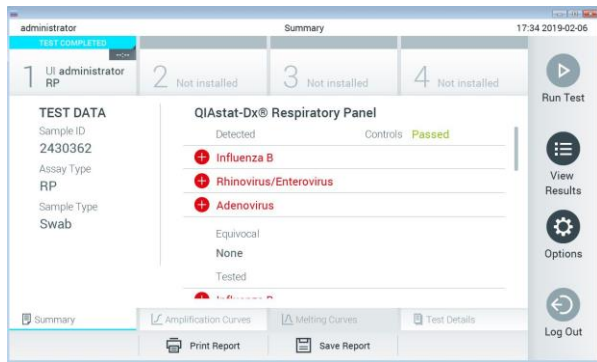

Figura 30. Ecranul Summary (Rezumat) cu rezultatele.)
11. După ce cartușul de test QIAstat-Dx a fost scos, va apărea ecranul **Summary** (Rezumat) cu rezultatele (Figura 30). Consultați Secțiunea 5.4 pentru detalii suplimentare.